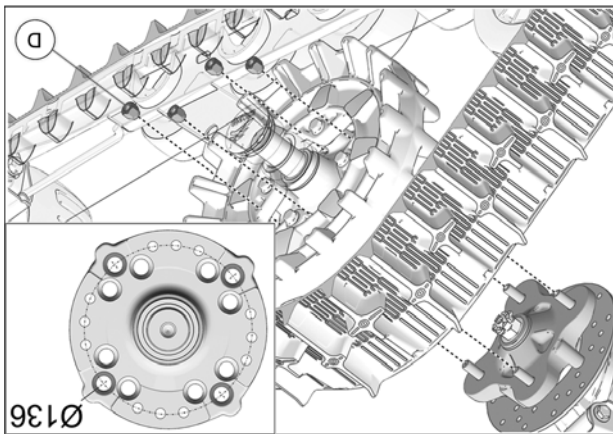

Fig. 10
8. Au moyen des écrous de roue M12 (D) fournis, boulonner chaque système de traction au moyen de roue avant. La marche à suivre et les précautions sont les mêmes qu'à l'arrière. Voir la Fig. 10
9. Fixer le système de traction au moyeu de roue arrière. Utiliser le cercle de perçage de Ø136 mm et les écrous de roue M12 (D) fournis. Voir la Fig. 10